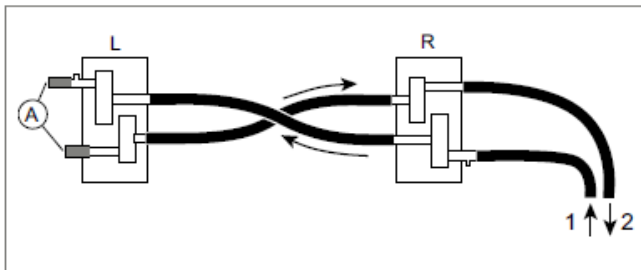

Рис. 36: Подключение жидкостных шлангов (правая сторона)
- Подключение шлангов с правой стороны. Рис. 36.